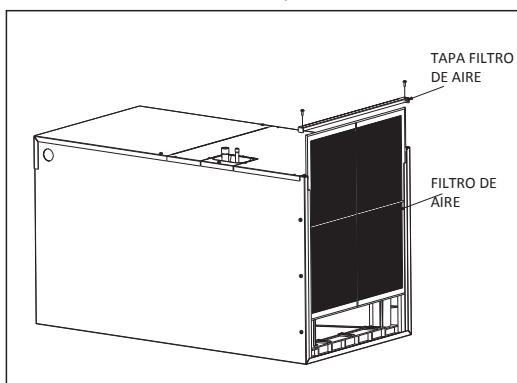

FIGURA 9: Remover el filtro
1. Quite los dos pernos firmados A y B, quite la tapa del filtro de aire, vea la Figura 9.